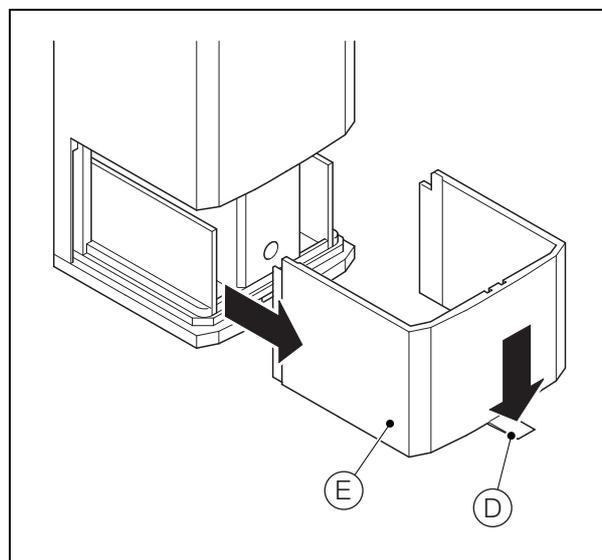
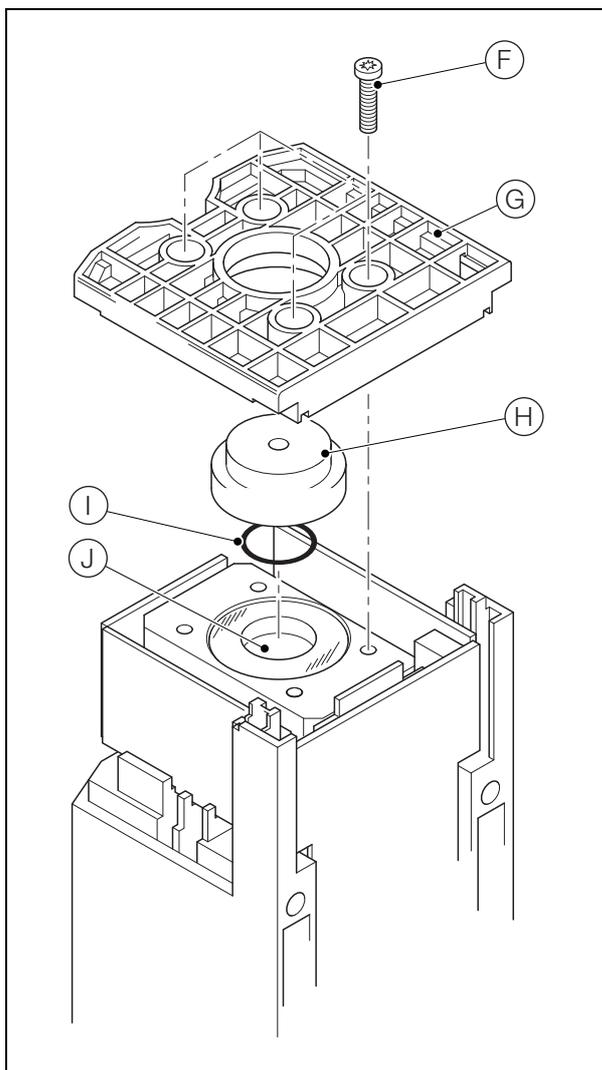

Fig. 13.10 Rimozione del coperchio della cella di misura
Fig. 13.11 Rimozione della piastra di base della cella di misura
3. Con riferimento alla Fig. 13.10, abbassare il fermo (D) e rimuovere il coperchio (E).
4. Con riferimento alla Fig. 13.11,
- a. Invertire il gruppo della cella di misura, rimuovere le quattro viti (F) e la piastra di base (G).
- b. Rimuovere il tappo di tenuta terminale del tubo campione (H) e la guarnizione (I).
- c. Rimuovere tutte le tracce di fluido dall'interno del tubo campione (J).
12. Con riferimento alla Fig. 13.11,
- a. Installare un nuovo O-ring (I) sul tappo terminale (H), assicurandosi che sia posizionato correttamente nella relativa scanalatura.
- b. Invertire il gruppo della cella di misura e posizionare il tappo terminale (H) sulla parte finale del tubo campione (J).
- c. Reinstallare la piastra di base (G) assicurandosi che il tappo terminale sia centrato nel foro della piastra. Fissare la piastra di base tramite le quattro viti (F).
13. Con riferimento alla Fig. 13.10, reinstallare il coperchio (E).